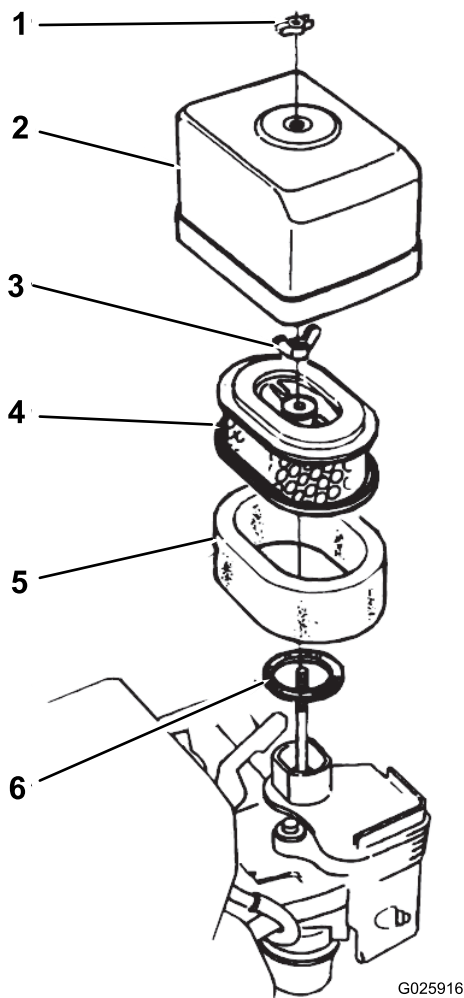

图27
- 从空气滤清器上卸下蝶型螺帽、然后取出滤清器（图27）。
- 从纸质滤芯中取出泡沫滤芯（图27）。